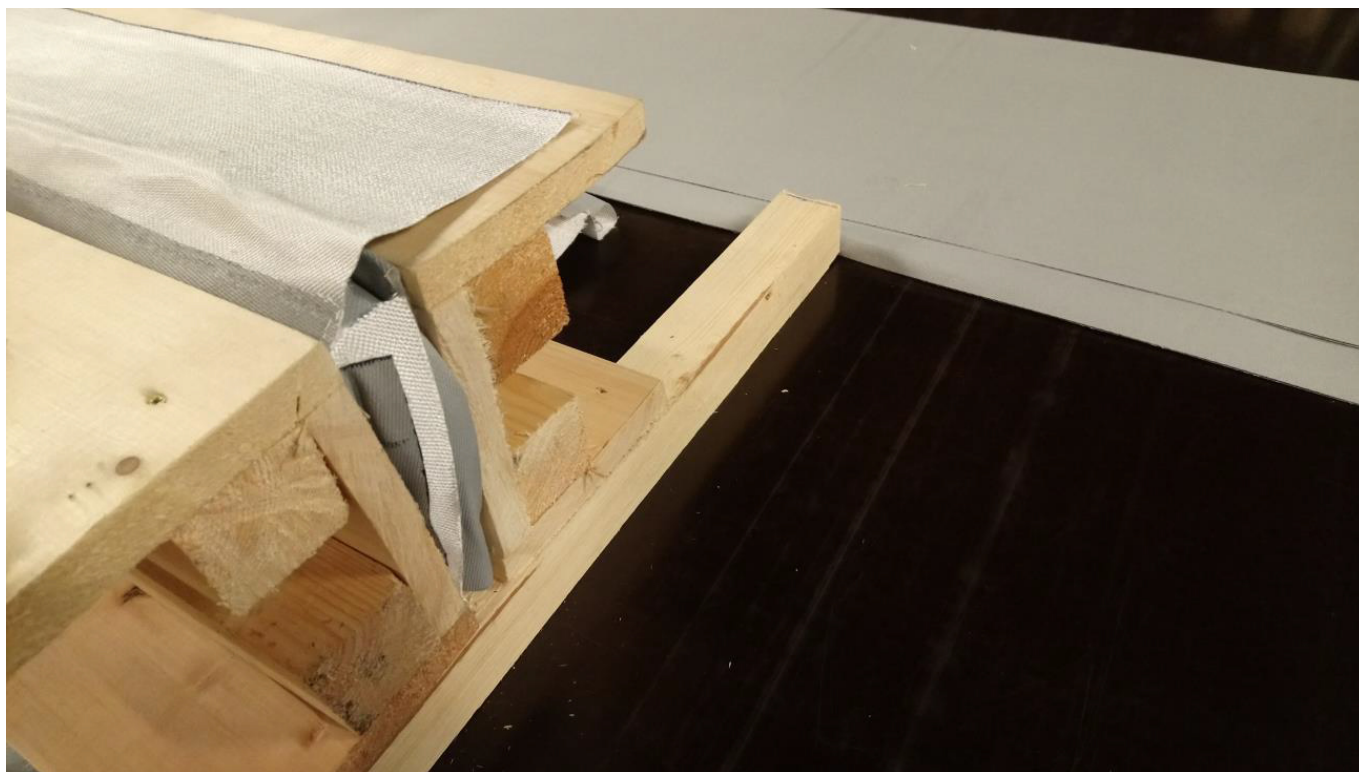
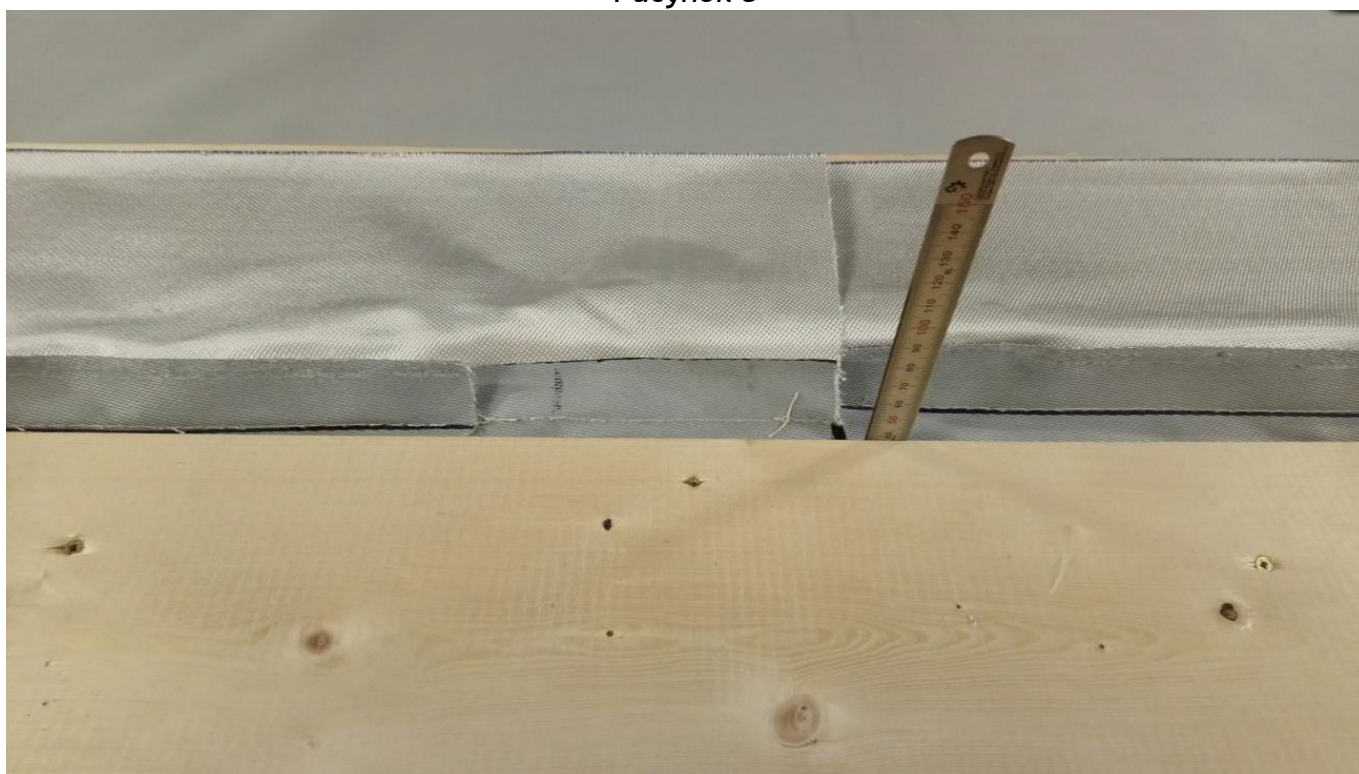

Рисунок 3
Рисунок 4
2.1. Вставить изделия в шов последовательно, с плотным прилеганием друг к другу (внахлест) и к конструкциям (стенам) в крайних точках шва (рис.3). Полоса ткани, выступающая из изделия, обязательно должна оказаться сверху, снаружи шва, так как в дальнейшем она будет использоваться как крепление. При правильной установке изделие должно быть полностью погружено в шов, при этом между поверхностью шва и изделием должно быть 30-40 мм (в глубину) (рис.4), а полоса ткани (крепление) должна отступать от шва хотя бы на 80 мм.